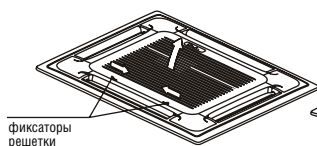

Рис. 8
- а) Одновременно сдвиньте два фиксатора решетки к центру, а потом потяните вверх (рис. 8).